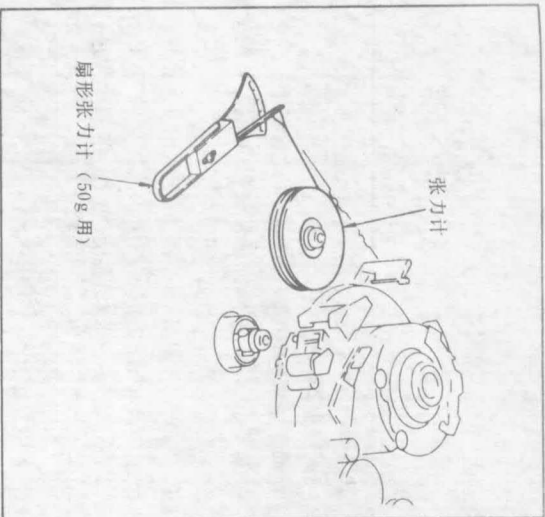

图 30 软制动调整-1
- 1) 把张力计(SL-0011)放在电磁带盘底并挂一个扇形张力计,如图 30 所示。